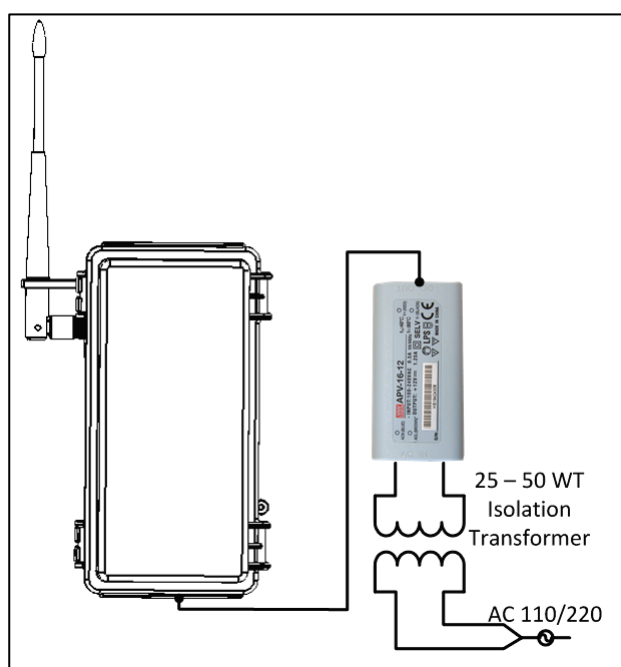

图 15: 隔离变压器安装
- 天线必须安装在比安装平面高至少 2-5 米/ 7-16 英尺的地方（参考图 15. 具体安装高度取决于场地条件.
- 选项3: 将天线直接连接到元件上 (图 15).